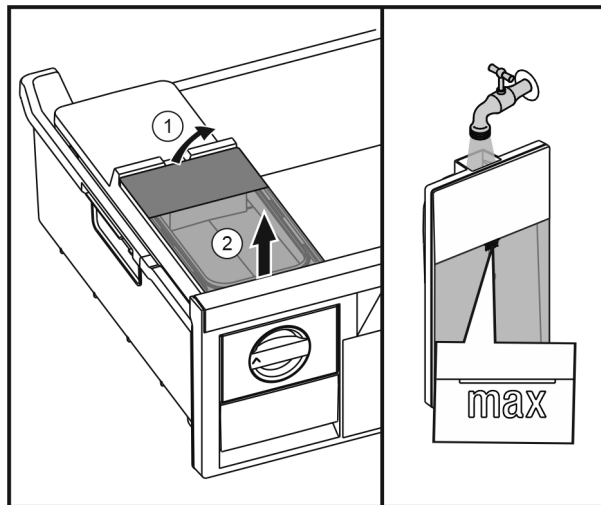

Fig. 28
- ▶ Поднять бак для воды сзади Fig. 28 (1) и извлечь движением вверх Fig. 28 (2).